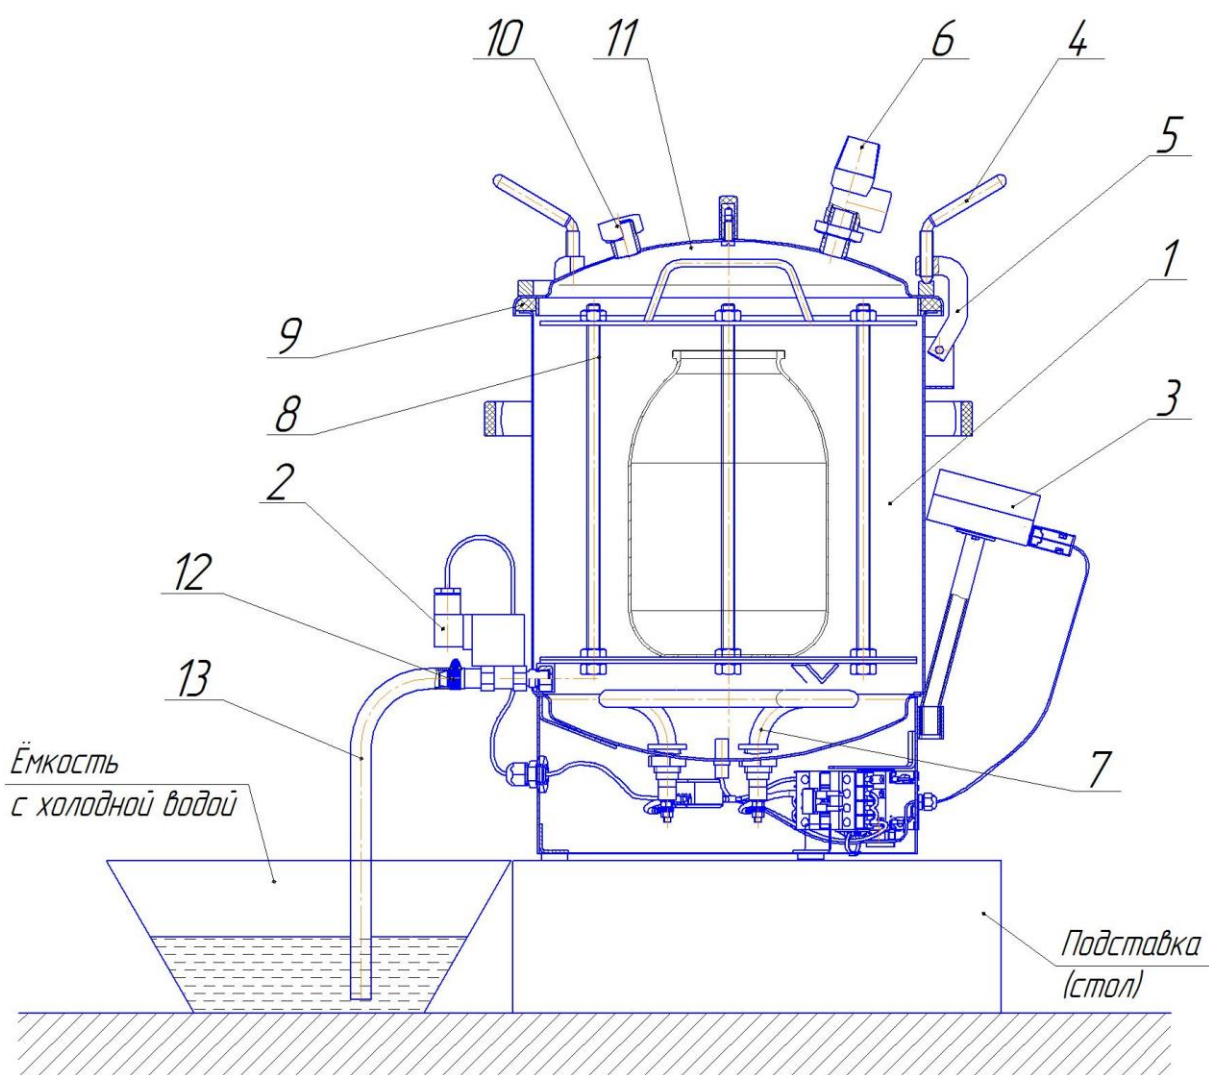
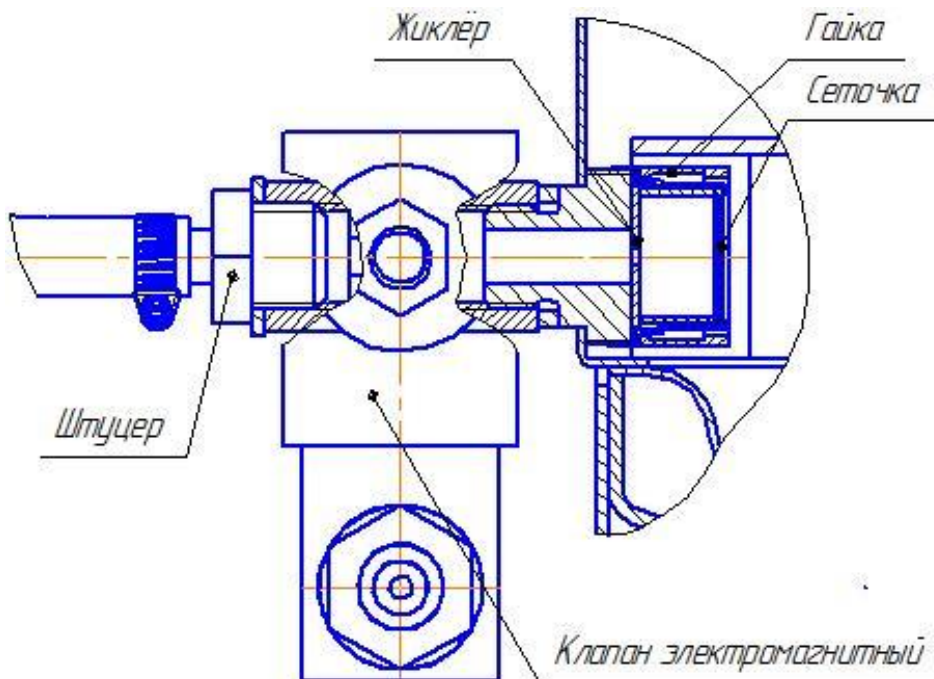

Рис. 1. Схема автоклава в сборе
Рис. 5. Установка электромагнитного клапана
4.4. Для защиты от брызг и пара при сливе воды с температурой свыше 100 °С, конец шланга слива 13 (рис.1) опустить в ведро (или другую ёмкость) с небольшим количеством холодной воды (водяной затвор) и закрепить его (например, привязав шланг к ручке ведра), иначе возможны хаотичные движения шланга с выбросом пара и горячей воды во все стороны в первые минуты слива воды.
— не откручивать ручки 4 (рис. 1) крышки автоклава;
— при необходимости сбросить давление в автоклаве, повернув головку предохранительного клапана 6 (рис. 1) не достигая щелчка (для предотвращения попадания пара на руку надеть защитную перчатку), до полного прекращения выхода пара;
— отвинтить ручки 4 (рис. 1), отбросить кронштейны 5 и снять крышку 11;
6.2. Установить автоклав на подставку (рис.1).
6.4. Вкрутить штуцер (рис. 5) в клапан. Надеть конец шланга слива 13 (рис.1) на штуцер и закрепить его хомутом 12, другой конец опустить в ведро (или другую ёмкость) с небольшим количеством холодной воды и закрепить его (например, привязав шланг к ручке ведра) (смотри п. 4.4.). Для удобства удаления выливаемой воды заранее установить рядом второе пустое ведро.
6.5. Проверить затяжку заглушки с прокладкой 10 (рис. 1).
6.8. Налить в корпус 1 (рис.1) воду, при этом уровень воды должен быть на 2 см ниже верхней кромки корпуса. Для повышения качества консервируемых продуктов и сокращения времени нагрева рекомендуется наливать воду в автоклав с температурой 60⁰ С.
Для этого (см. рис. 5): выкрутить гайку 6 (против часовой стрелки), вынуть жиклёр и сетку, тщательно промыть их проточной водой. После чистки и мойки установить их на место и закрутить гайку.